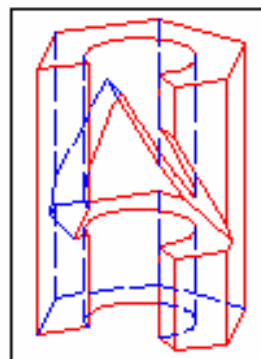

Рис. 5.55
64. В командной строке ввести команду **Т-рисование (Soldraw)** и прицелом щёлкнуть рамку видового экрана с диметрией, **Enter** (рис. 5.55).